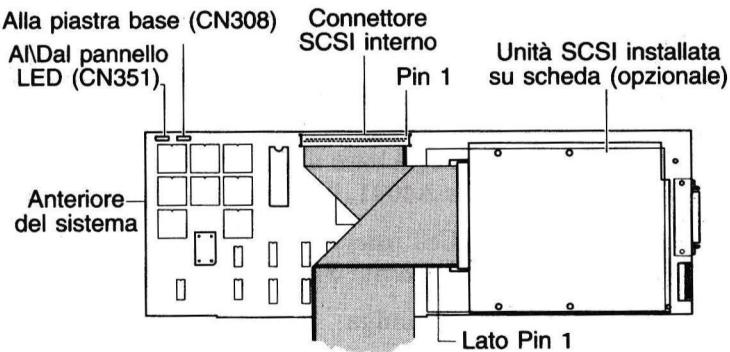

Figura 5. Collegamento del cavo dati con la scheda
- Collegare il cavo dati con la scheda, allineando il pin 1 del connettore cavo (bordo colorato) con il pin 1 sulla scheda come illustrato in Figura 5.
- Collegare il cavo dati con l'unità a disco fisso sulla scheda, (se installata), come illustrato in Figura 5. Verificare di allineare il connettore del cavo con il pin 1 del dispositivo, generalmente indicato sul dispositivo con una freccia (\leftarrow) o il numero 1.
8. Scollegare il cavo del pannello LED anteriore del disco fisso dal connettore LED del disco fisso sulla piastra base (se collegato) e collegarlo con il connettore del pannello LED anteriore (CN351) sulla scheda A4091, illustrata in Figura 5.
9. Affinché il LED del disco fisso operi anche per le unità IDE, installare il cavo ponticelli LED (accluso alla scheda A4091) dal connettore LED della piastra base al connettore (CN308) della piastra base sulla scheda A4091, illustrata in Figura 5.